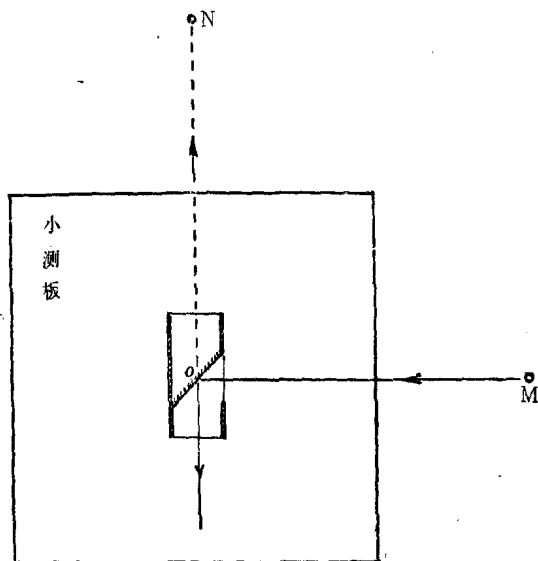

图 10
1. 如图 10, OM 为地上一直线, 欲从 O 点作一 ON 线与 OM 垂直。施测时, 在 M 点竖一花杆, 置玻璃镜式直角器于 O 点上, D 的空窗面向 M 花杆。